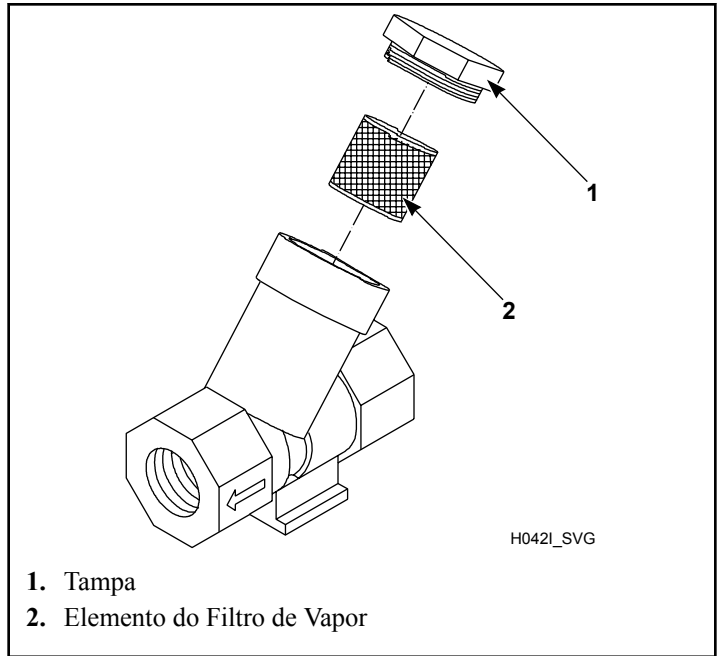

Figura 52
3. Se aplicável, limpe filtro vapor fornecido ao cliente. Consulte *Figura 52*.